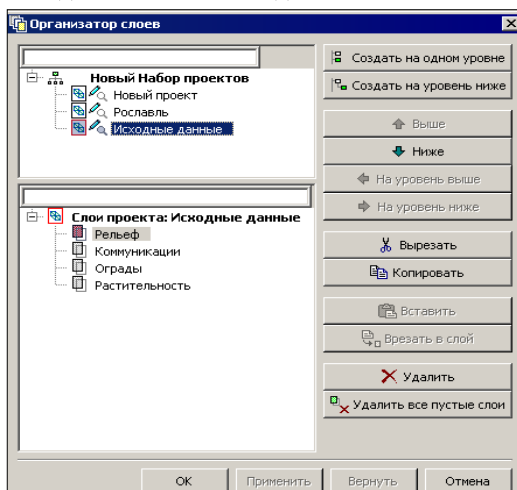

Рис. 3.15
Команды создания, удаления, копирования, вставки и врезки слоев, а также команды, позволяющие изменять структуру слоев в проекте, сосредоточены в диалоговом окне **Организатор слоев** (рис. 3.15), которое открывается одноименной командой .
Также создать новый слой, удалить слой можно с помощью команд контекстного меню (рис. 3.15). Для этого необходимо выбрать курсором нужный слой и нажать правую клавишу мыши.
- Откройте диалог **Организатор слоев** (рис. 3.15).